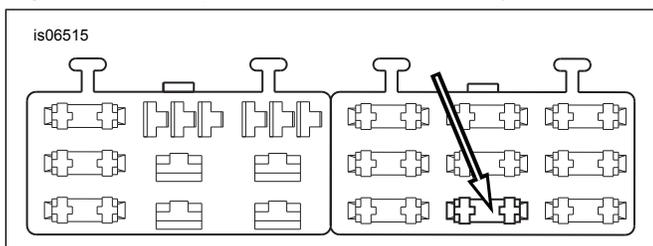

Figure 25. Cavité du bloc fusibles « OPEN » (libre) (Dyna 2004 et plus récents)
3. Voir Figure 25. Retirer la vis de masse (1) située :
4. Voir Figure 25. Repérer la cavité de fusible marquée « OPEN » (ouverte) sur le couvercle du bloc fusibles dans le bloc fusibles de droite. Insérer la borne sur le fil adaptateur orange/blanc jusqu'au fond. Examiner une autre borne posée à l'usine pour effectuer une comparaison et s'assurer de l'orientation et la profondeur correctes.